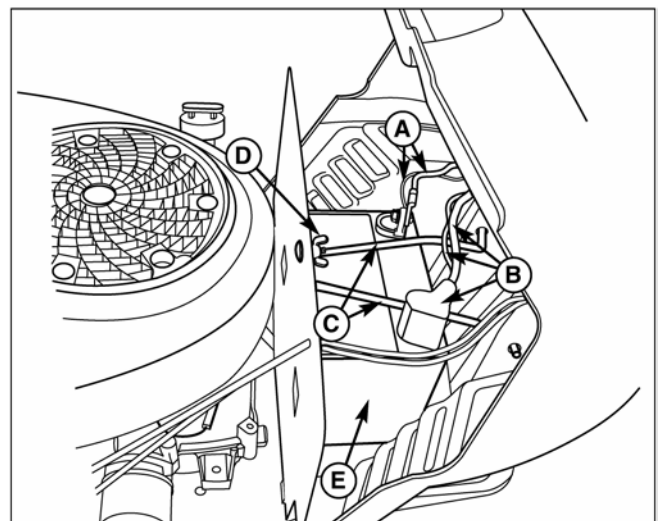

Рис. 10. Обслуживание аккумулятора
1. Отсоедините провода от аккумулятора, первым отсоединяйте отрицательные провода (А, рис. 10), затем крышку и положительные провода (В).
2. Ослабьте барашковую гайку и шайбу (D).
7. Установите аккумулятор (Е) в отсек. Зафиксируйте при помощи стержня (С), барашковой гайки и шайбы (D).